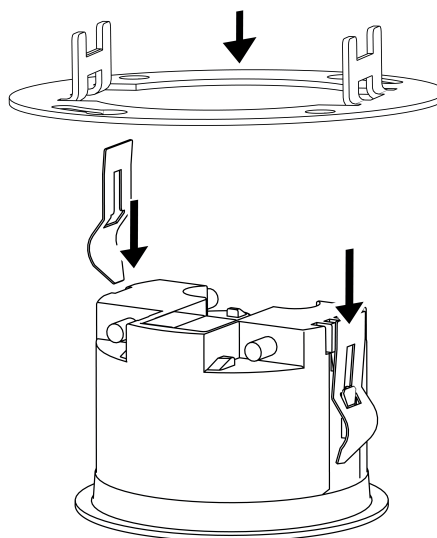

Bild 5
- Federbügel (3) entfernen.
- Klemmfedern (12) lagerichtig von hinten auf die Führungen (2) schieben, bis sie einrasten (Bild 5).